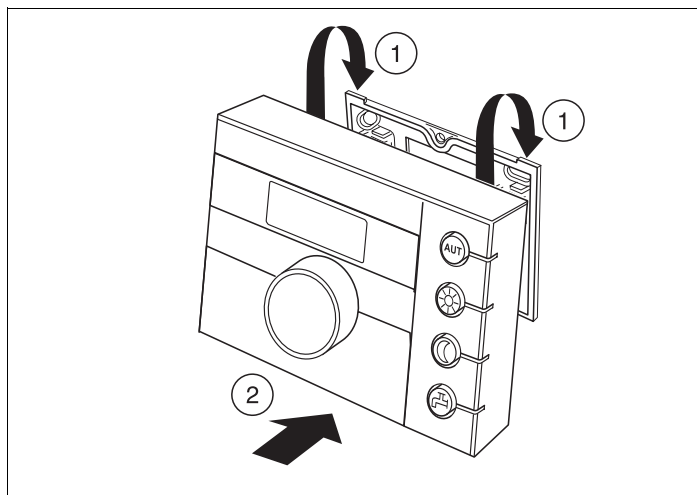

Рис. 5 Установка комнатного регулятора RC20
- Установите комнатный регулятор RC20 сверху на монтажную панель по направлению стрелок (рис. 5, шаг 1).
- Нажмите на регулятор RC20 внизу до щелчка, как показано стрелками (рис. 5, шаг 2).
- Разблокируйте комнатный регулятор RC20 (рис. 5, шаг 2) и снимите его вверх.